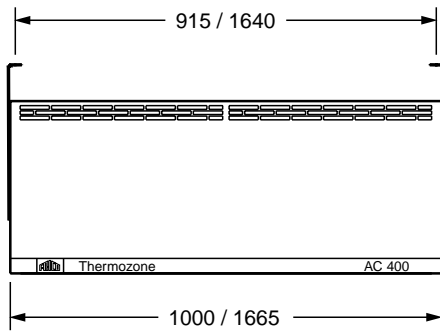

Fig 1.
- Markera och sätt upp de medföljande monteringskonsolerna på vägg eller i tak och häng därefter upp aggregaten i konsolerna (fig.1). Aggregaten fästs med M10-skruvar i monteringskonsolens centrumhål och i ett av spåren, så att hela aggregatet kan vridas och luftens utblåsningsriktning därmed justeras.